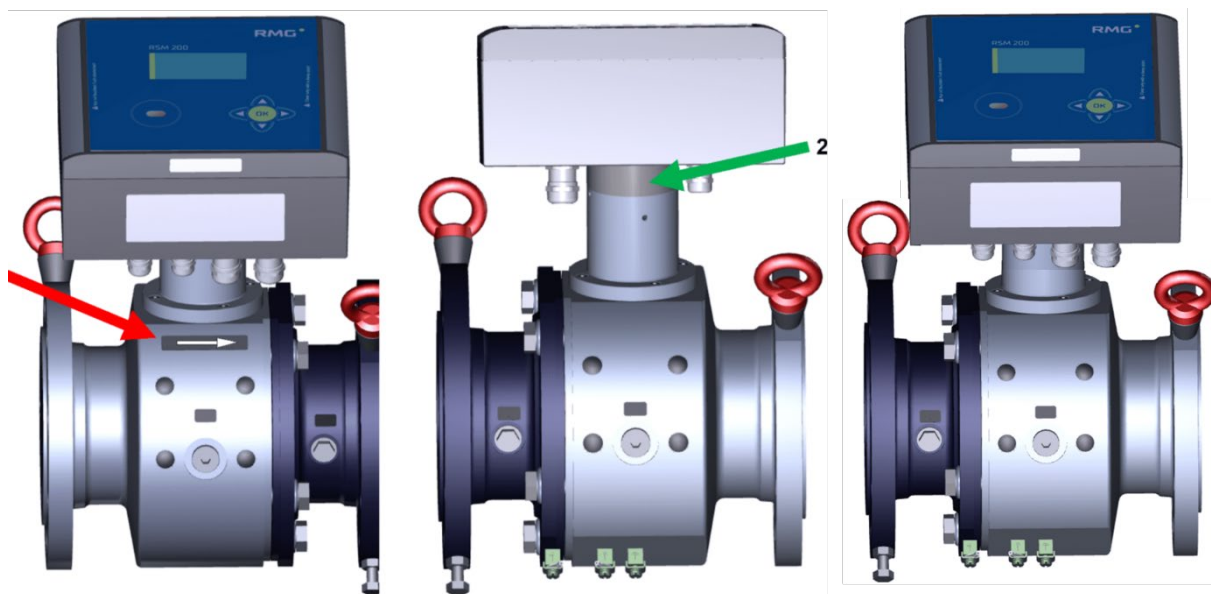

Figura 7: Rotazione del display
L'RSM 200 viene proposto in 2 versioni: nella prima, il display è rivolto in direzione dell'utente e la direzione della portata è da destra verso sinistra. Nella seconda versione la direzione della portata è invece da sinistra verso destra. Nella *Figura 7: Rotazione del display* la freccia rossa (1) indica la direzione della portata nella versione 1. In questo caso il display è inclinato in avanti verso il basso in modo da favorire il deflusso dell'acqua piovana; in più, la leggibilità dalla parte anteriore è migliore.